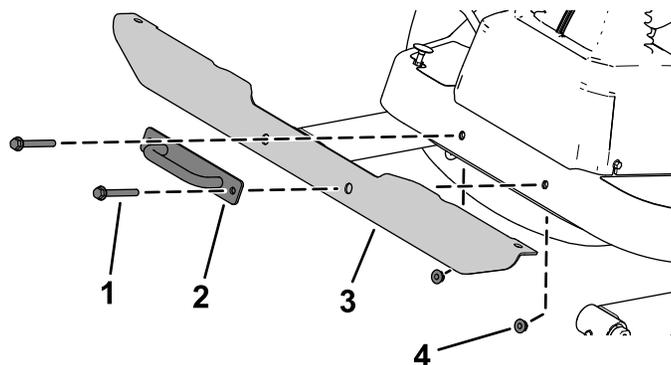

Figura 12
2. Sujete el soporte transversal de las luces a la plataforma usando los pernos, las tuercas y la placa de amarre que retiró anteriormente (Figura 12).